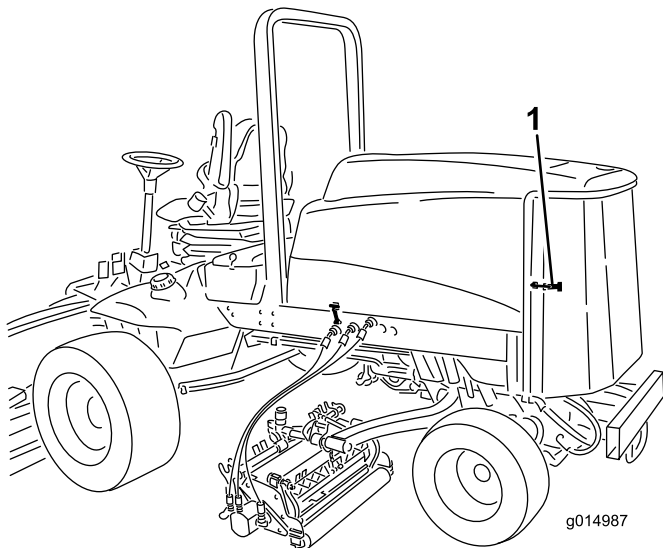

Figura 76
1. Sbloccate la griglia posteriore ed apritela (Figura 76). Ripulite accuratamente la griglia da tutti i detriti.